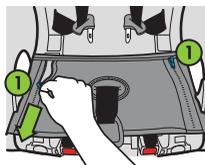
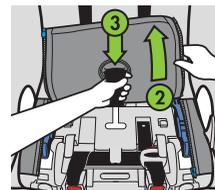

Figure 145a
Figure 145b
Si votre siège est équipé d'un attrape-miettes, comme le montre la **Figure 145a**, décompressez chaque fermeture éclair (1), puis soulevez l'attrape-miettes (2), en tirant la sangle d'entrejambe hors de l'attrape-miettes (3) comme l'indique la **Figure 145b**.